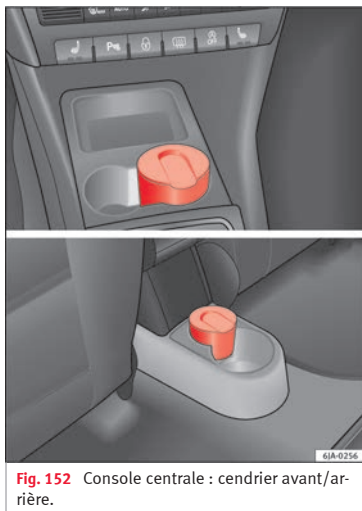

Fig. 152 Console centrale : cendrier avant/arrière.
- Retirez le cendrier » **fig. 152** en tirant vers le haut.